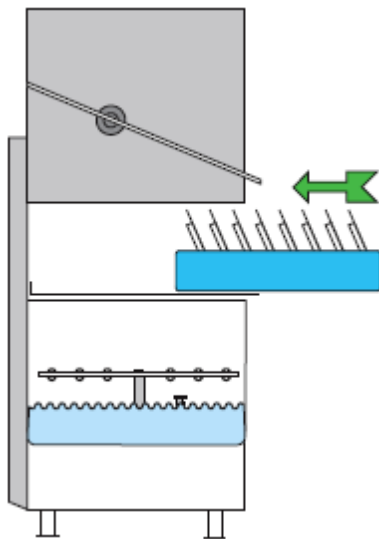

Fig 5.
- 7 Het controlelampje (C) boven de aan/uit knop zal groen worden. De machine zal nu automatisch de wastank met water vullen.
- 10 Plaats nu de korf met de te wassen afwas. Plaats de borden zoals de afbeelding aangeeft bij fig 5.